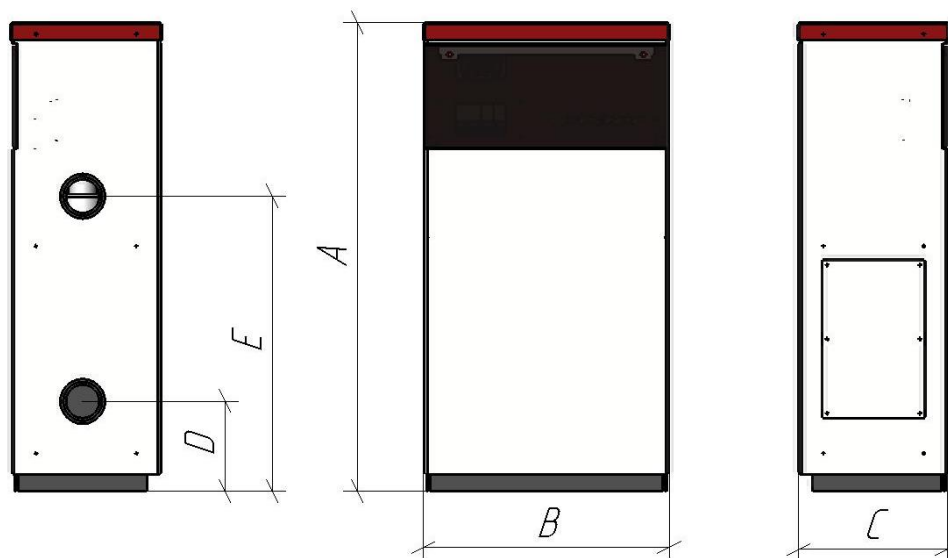

Рис. 1 Основные размеры электрокотла
1. Открутив саморезы снять крышку отсека подключений 2, и крышку отсека коммутации 3 (см. рис.1). При снятии крышки отсека коммутации будьте осторожны, так как к цифровому контроллеру подключены провода цепи управления.